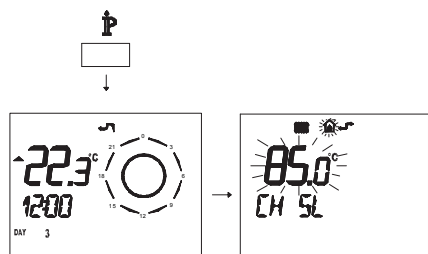

Figura 5.43
- Pulse durante más de 3 segundos el botón **IP** para entrar en la modalidad **INFO** (Figura 5.43).